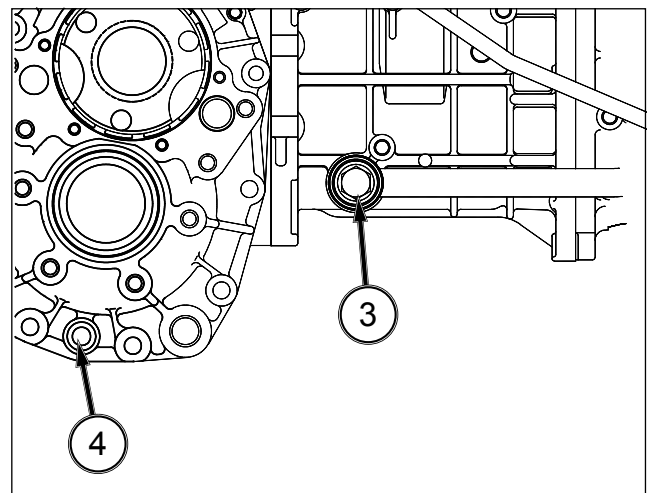

FIG. 95
FIG. 95 : Pour remplacer l'huile de transmission - Enlevez le bouchon de vidange (3) et les bouchons de vidange (4) de chaque essieu. Vidangez entièrement l'huile du carter de transmission.